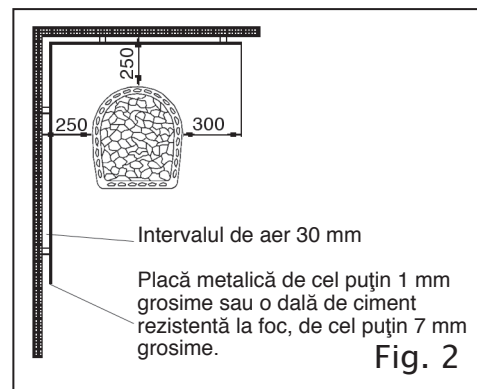

Fig. 2
2. Distanța de siguranță indicată în figura 1, poate fi micșorată de două ori (pînă la 250 mm), dacă va fi utilizată o izolație ușoară din foaie de ciment armat neinflamabil cu grosimea minimală de 7 mm sau foaie metalică cu grosimea minimală de 1mm. Locurile de ancorare a izolației trebuie să fie relativ aproape unul de altul. Între foaie și suprafața izolată e necesar de a se lăsa un spațiu de cel puțin 30 mm, care se obține, de exemplu, datorită utilizării bucșei metalice în calitate de suport intermediar. Izolația nu trebuie să aibă contact cu pardosea sau cu tavanul. (Vezi fig. 2).